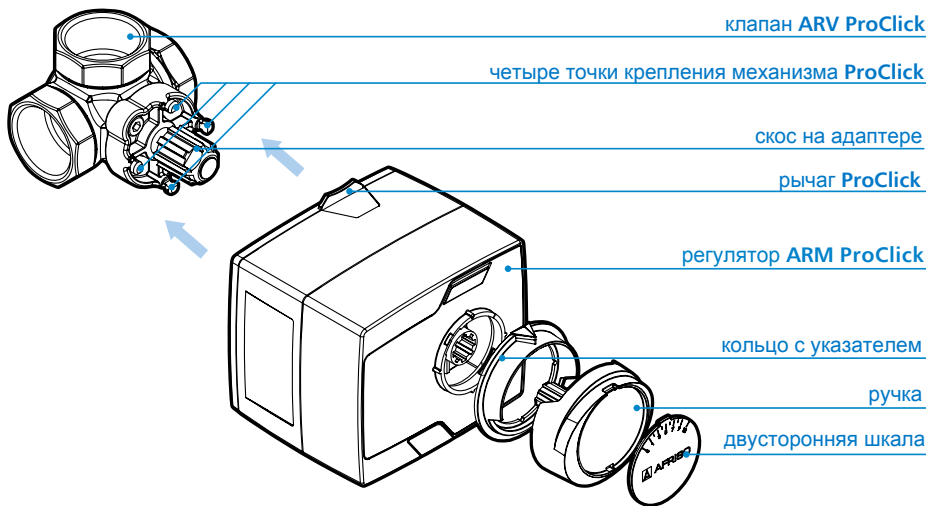

Рис. 7. Монтаж привода ProClick
3. Наденьте привод на смесительный клапан до тех пор, пока 4 точки крепления ProClick клапана не окажутся внутри соответствующих отверстий в задней части привода, и монтажный механизм не зафиксируется на них (рис. 7.). Система ProClick для фиксации не требует использования каких-либо дополнительных приспособлений.